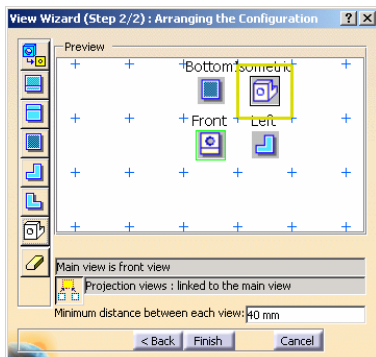

图 6-506
- » 步骤 06 单击 Next 按钮，进入如图 6-506 所示的对话框，可以添加任意辅助视图，在此添加 Isometric 视图。